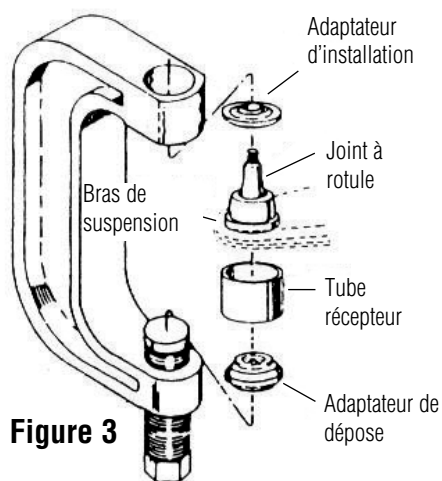

Figure 3
1. Monter la presse pour rotules sur le bras de suspension comme illustré en Figure 3. Sélectionner un tube récepteur de la dimension requise et le positionner sous le joint à rotule du véhicule, comme illustré.